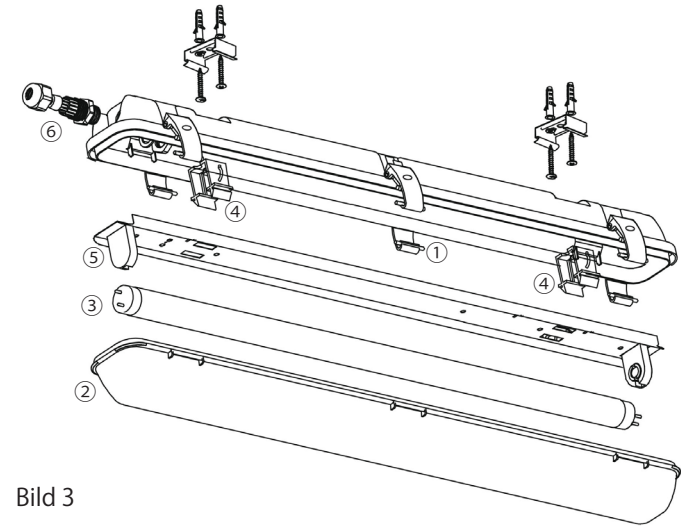

Bild 3
**Bild 3:** Die Verschlussklammern ① öffnen. Die Haube ② abnehmen. Die Röhre ③ um 90° drehen und entfernen. Die 4 Halteklammern ④ leicht zusammendrücken und das Innenteil ⑤ herausnehmen. Die Überwurfmutter der Kabelverschraubung ⑥ lösen.
**Bild 3:** Das Innenteil ⑤ wieder einsetzen/ einrasten. Die Röhre ③ einsetzen und durch 90° Drehung verriegeln. Die Haube ② aufsetzen und mit den Verschlussklammern ① schließen.